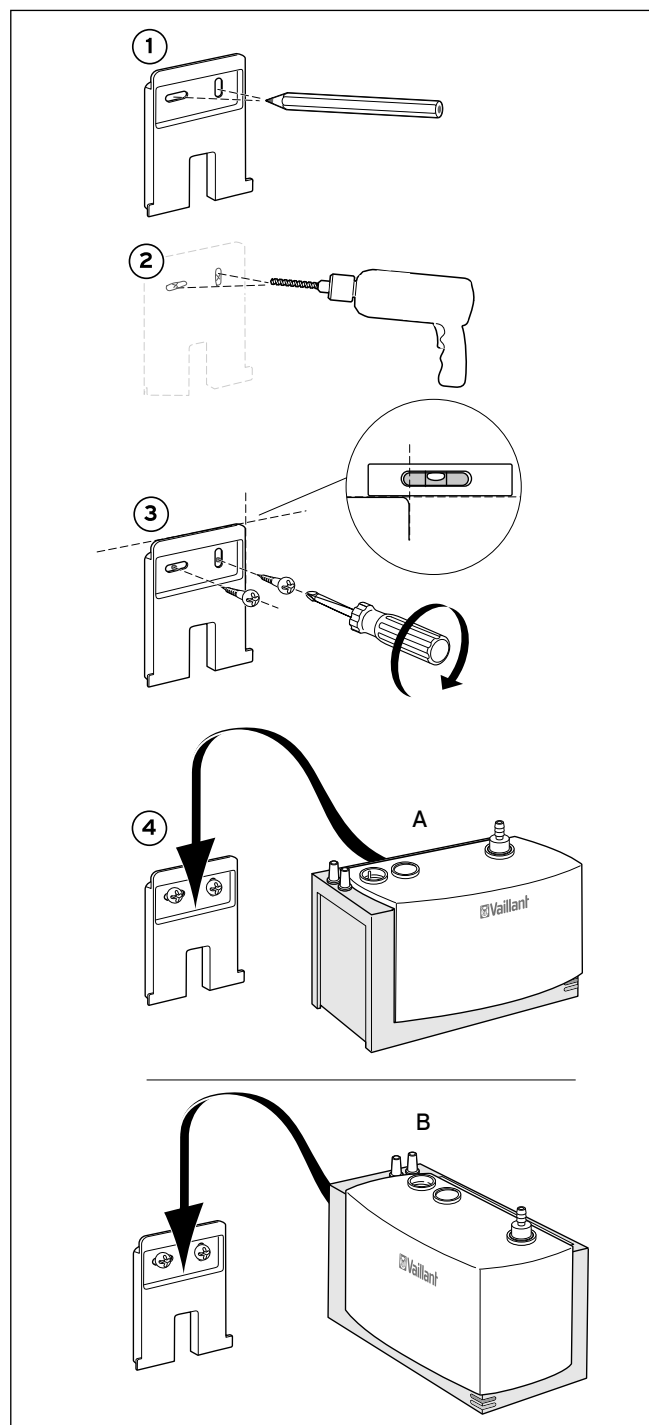

Abb. 3.6 Montage des Wandhalters
- Montieren Sie den Wandhalter gemäß Abb. 3.6 an einer geeigneten Stelle unterhalb der Kondensatauslaufstelle des Heizgerätes.
Die Kondenswasserpumpe kann gemäß Abb. 3.6 sowohl an der breiten Rückseite (**A**) als auch an der schmalen Seite (**B**) im Halter befestigt werden.